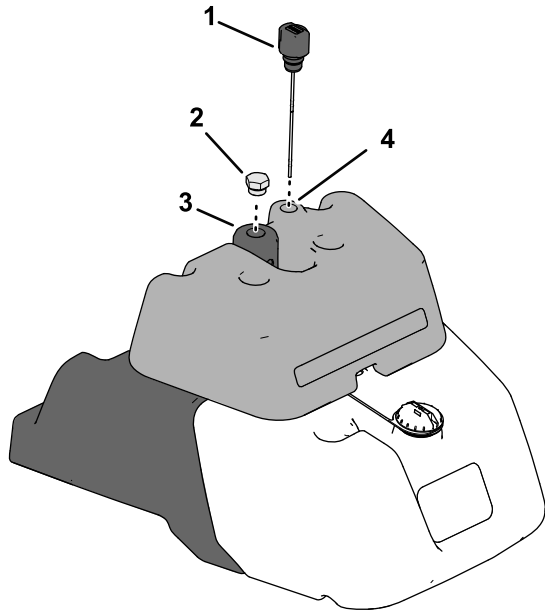

Figura 43
2. Vérifiez le niveau du liquide hydraulique avec la jauge du système hydraulique située en haut du réservoir du détecteur de fuites (Figura 43).